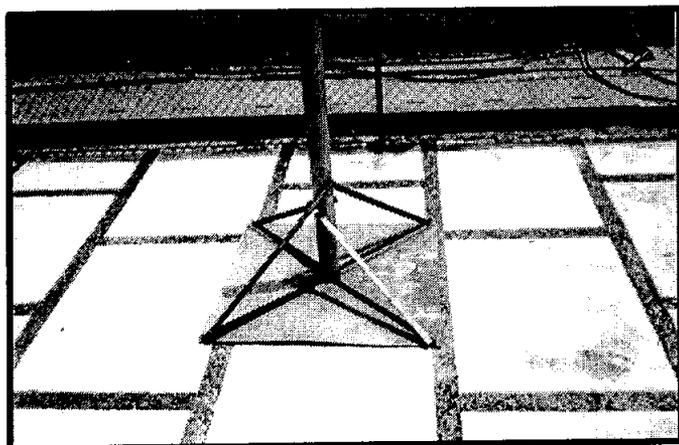

FIG. 17
3. Arme la base que soporta al tubo de la antena (Fig. 17)